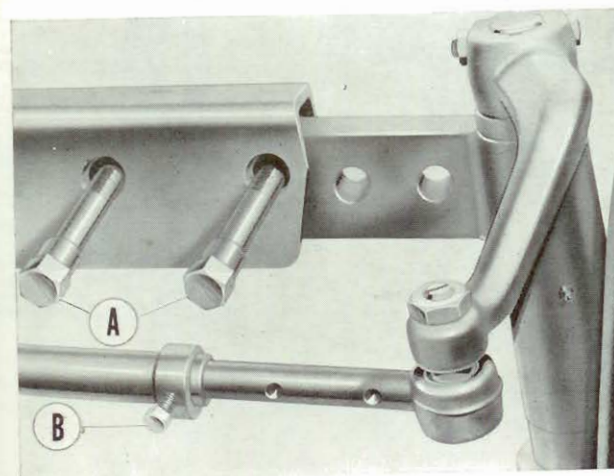

Fig. 56
- Déposer les boulons (A, fig. 56).
- Desserrer les vis (B).
- Replacer les boulons (A) et les vis (B) en ayant soin de les engager convenablement dans les avant-trous des barres d'accouplement.